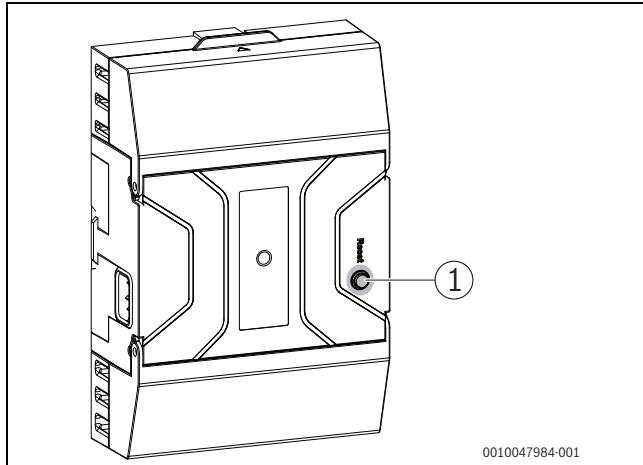

Bild 70 Störungen am Feuerungskontrollenfeld zurücksetzen
- Taste „Entstören“ am Feuerungskontrollenfeld drücken (→ Bild 70). Das Gerät geht wieder in Betrieb und die Standardanzeige erscheint im Display.